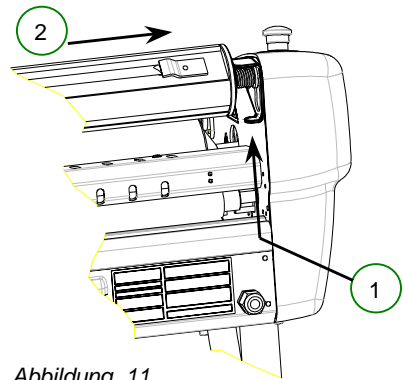

Abbildung 11
- Drücken Sie den Verriegelungsbügel (siehe Abbildung 11) mit dem Finger nach oben, bevor Sie die Autogrip-Achse weiter einschieben.